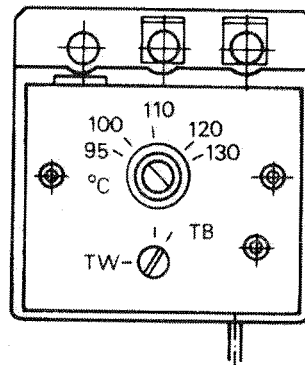

Abb. 3.22
5. Die Schlitzschraube drehen, bis der Schlitz auf „100°C“ zeigt (Abb. 3.22).